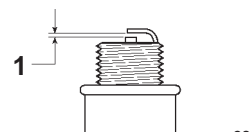

Figure 33
- Réglez l'écartement des électrodes à 0,76 mm (Fig. 33).